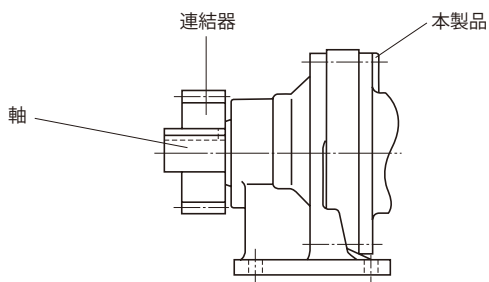
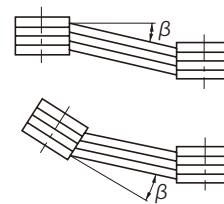

図 5-2
図 5-3
(2) チェーン・スプロケット、ギヤを使用する場合
- スプロケットやギヤの荷重作用点が、軸中央より本製品側へくるようにしてください。(図 5-2 参照)
(3) Vベルトを使用する場合
- 両プーリ間の平行度、偏心度 β は 20° 以内としてください。(図 5-3 参照)